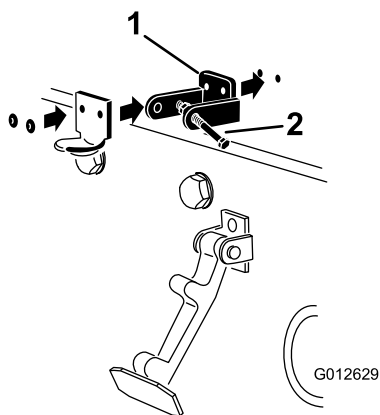

Figura 5
5. Aplique rebites nos suportes e nas anilhas ao capot (Figura 5).